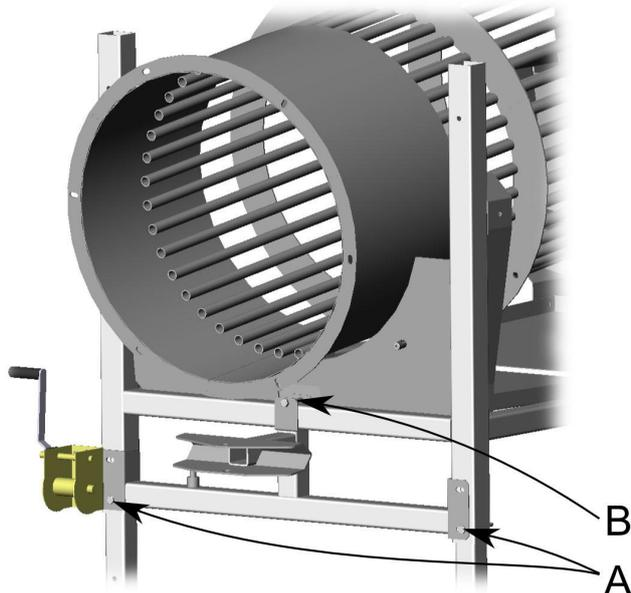

Abb. 3.
- Befestigen Sie die Stütze des Förderers mit den Sechskantschrauben A und B am Reinigungszyylinder, wie es in Abb. 3 gezeigt wird.
- Befestigen Sie die Sechskantschrauben A (Abb. 3) zusammen mit der Höhenverstellung der FüÙe an den gleichen Bohrungen.